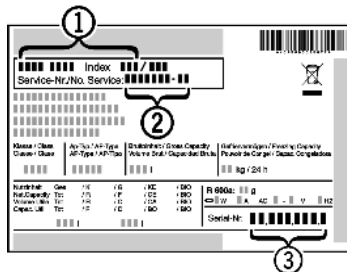

Fig. 23
- ▶ Наименование устройства *Fig. 23 (1)*, сервисный № *Fig. 23 (2)* и серийный № *Fig. 23 (3)* считайте с заводской таблички. Заводская табличка находится внутри устройства слева.
- ▶ Обратитесь в сервисную службу и сообщите вид неисправности, наименование устройства *Fig. 23 (1)*, сервисный № *Fig. 23 (2)* и серийный № *Fig. 23 (3)*.